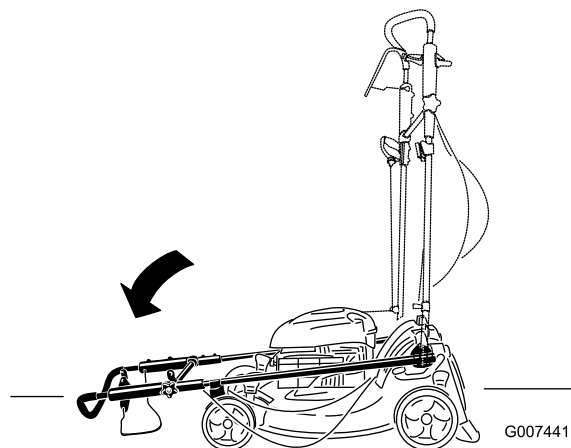

Bild 49
2. Schieben Sie den Griff ganz nach vorne und lösen Sie das obere Griffhandrad (Bild 49).